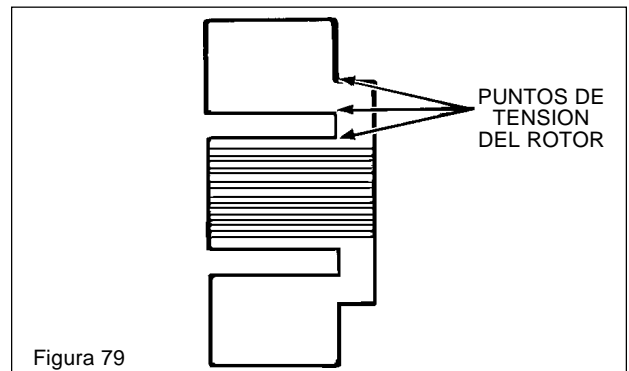

Figura 79
3. Inspeccione completamente los rotores para ver si las estrías están desgastadas, el resalto de los rodamientos desgastado y grietas debidas a la tensión. Use el método de comprobación con colorante para detectar cualquier fatiga de tensión que pueda ocasionar problemas graves. (Vea la figura 79)